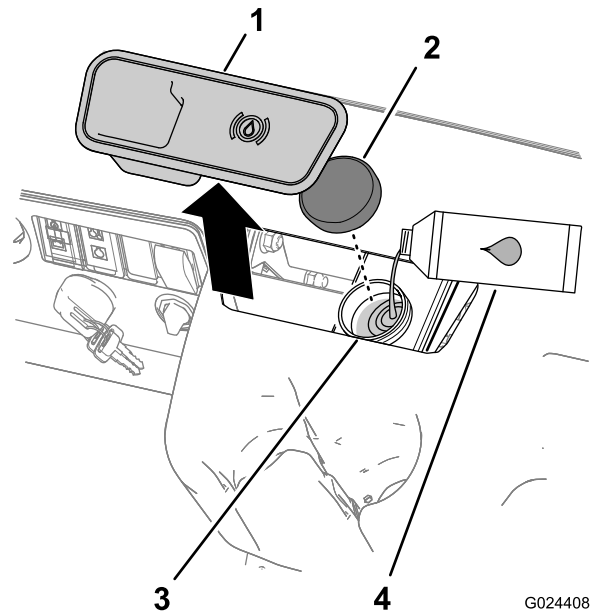

Figura 17
2. Retire el tapón de goma situado encima y en el centro del salpicadero para tener acceso al cilindro maestro y al depósito del líquido de frenos (Figura 17).
- A. Limpie la zona alrededor del tapón del depósito y retire el tapón (Figura 17).
- C. Coloque el tapón del depósito (Figura 17).